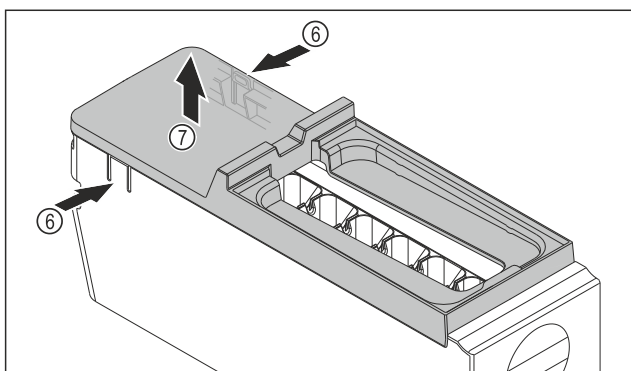

Fig. 106
- ▶ Wymowanie osłony korpusu EasyTwist-Ice: Docisnąć jedną ręką nakładki Fig. 106 (6) po obu stronach korpusu EasyTwist-Ice.
- ▶ Drugą ręką wyjąć osłonę Fig. 106 (7) ku górze.